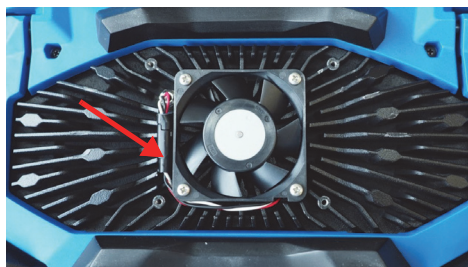

図 4-3 ファンケーブルの取り外し (左) と最終的な位置 (右)
3. ファンが損傷しているか機能不良がある場合は、慎重にケーブルを取り外し（54 ページの図 4-3）、新しいファンに交換します。
4. ファンケーブルを取り外すか動かした場合は、正しく再接続し、再度組み立てるために正しい位置にあることを確認します（54 ページの図 4-3）。